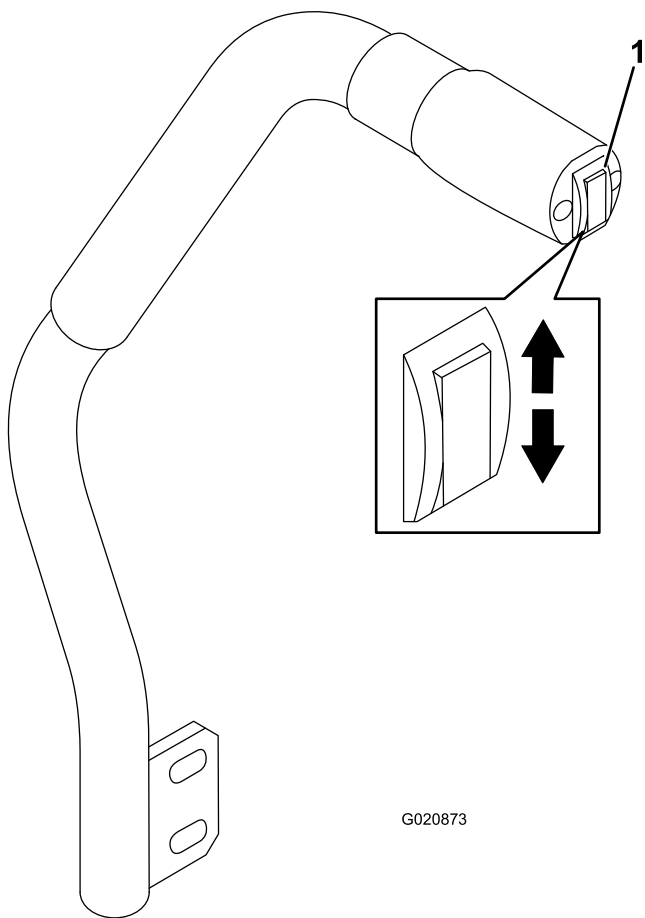

Figure 21
La commande de levage du plateau de coupe permet de lever et d'abaisser le plateau de coupe (Figure 21). L'utilisation de ce levier n'est possible que lorsque le moteur est en marche.
- Pour abaisser le plateau de coupe, poussez la commande de levage vers le bas (Figure 21).
- Pour élever le plateau de coupe, poussez la commande de levage vers le haut (Figure 21).
1. Lorsque le moteur tourne, poussez la commande de levage du plateau de coupe vers le haut jusqu'à ce que le plateau soit complètement levé, puis **relâchez immédiatement la commande** (Figure 21).